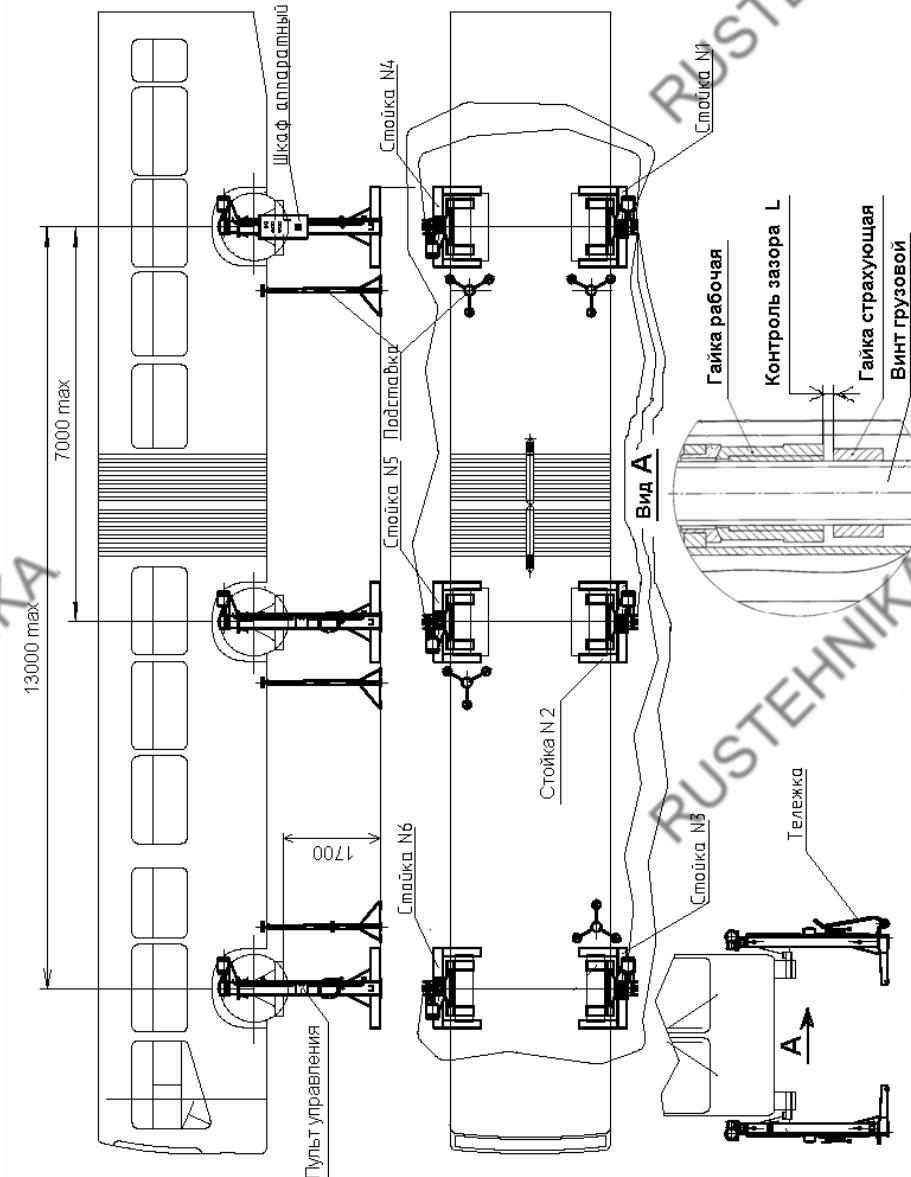

Рис. 1. Подъемник передвижной ПП-30
4.1. Подъемник состоит из шести стоек (см. Рис.1 и Рис.2), каждая из которых имеет электромеханический привод, каретку, грузовой винт, рабочую и страховую гайки, конечные выключатели верхнего и нижнего положения кареток. На первой стойке установлен шкаф аппаратный, имеющий корпус с панелью электрооборудования, автоматический выключатель, лампочку «Сеть», кнопки «Вверх» и «Вниз» для управления первой стойкой и кнопки «Вверх» и «Вниз» для управления всеми стойками одновременно.
5.23. При длительном ремонте и обслуживании на подъемнике под раму автомобиля или спец. места автобуса для страховки устанавливать подставки (см. Рис.1 и Рис. 2).